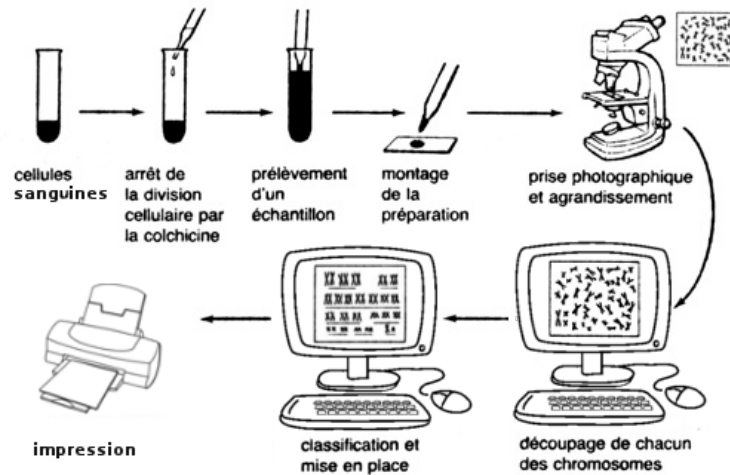

figure 1
**Question 1** A l'aide de la figure 1, associer le composant qui réalise chacune des fonctions suivantes : (6 pts)